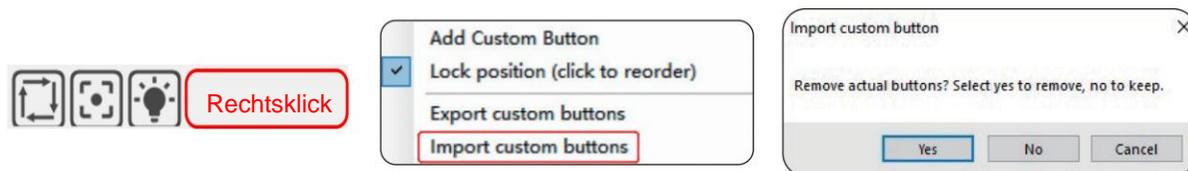

Abbildung 4 Benutzerdefinierte Schaltflächen importieren
• Als Nächstes importieren wir die benutzerdefinierten Schaltflächen in LaserGRBL. Öffnen Sie das LaserGRBL-Programm, klicken Sie mit der rechten Maustaste in den leeren Bereich neben der Schaltfläche unten (siehe Abbildung 4), wählen Sie dann <Benutzerdefinierte Schaltfläche importieren> und wählen Sie die zuvor heruntergeladene ZIP-Datei mit der benutzerdefinierten Schaltfläche zum Importieren aus. Klicken Sie so lange auf Ja (J), bis kein Popup mehr angezeigt wird.